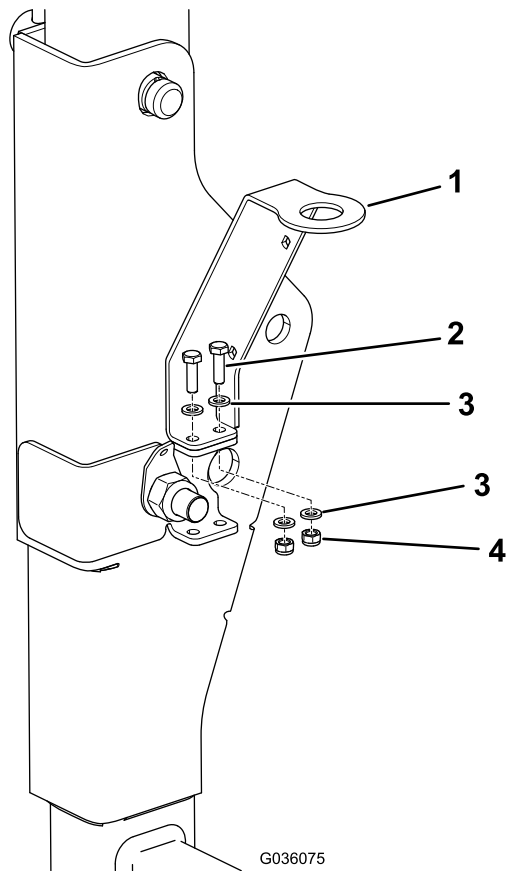

图9
5. 将警示灯支架中的小孔与 ROPS 支架上方的孔对齐 图9并用 2 个小螺栓、4 个小垫圈和 2 个小锁紧螺母固定支架。